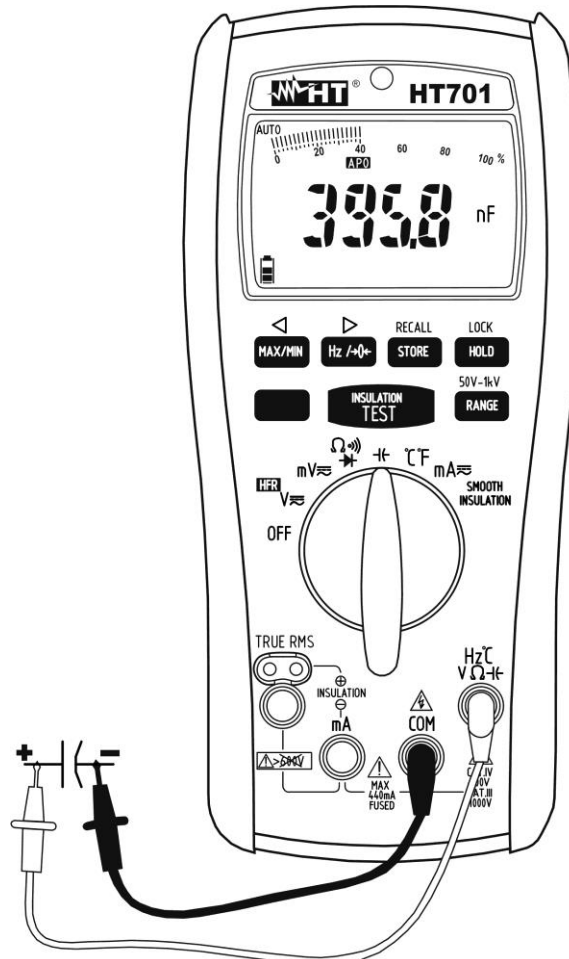

Abb. 8: Verwendung des Gerätes für Kapazitätsmessung
4. Verbinden Sie die rote Messleitung mit der **Hz°CVΩ⋈** Eingangsbuchse, und die schwarze Messleitung mit der **COM** Eingangsbuchse (siehe Abb. 8)